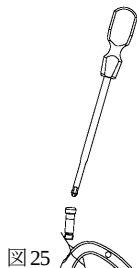

図25
- 23) ストレートドライバーを用いてネイル接続ネジを外し、ターゲットデバイスを取り外します。(図25)